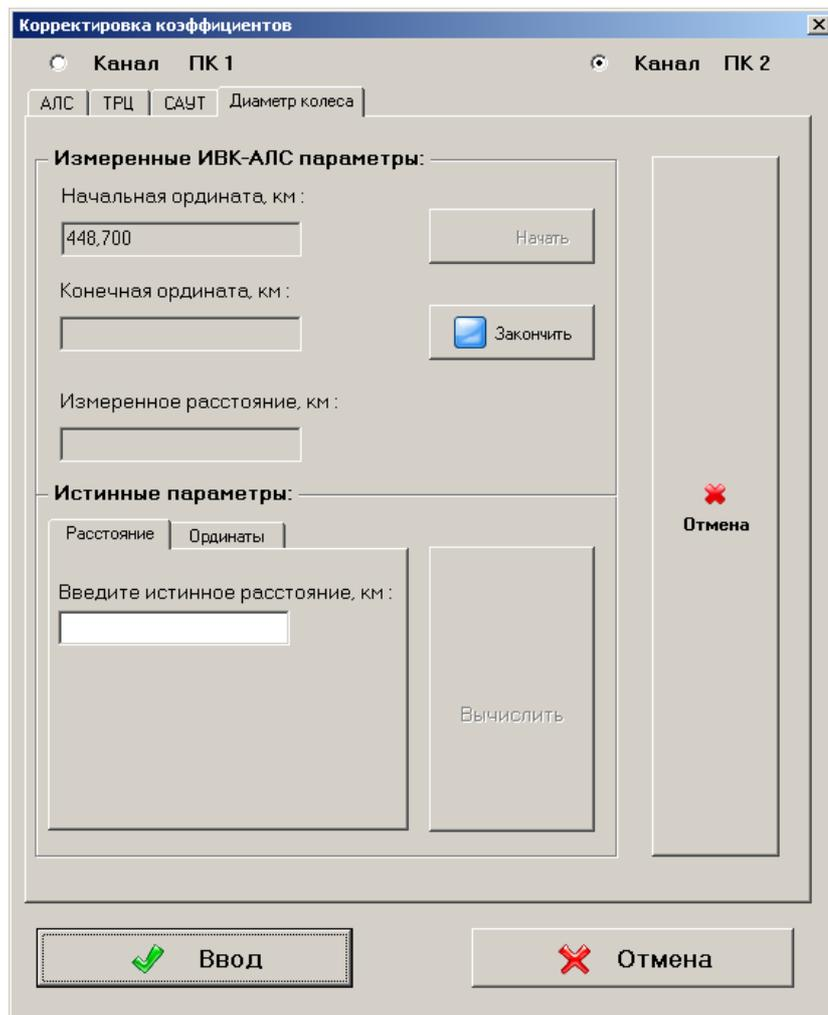

Рисунок 7-3 — Запуск измерений для вычисления (корректировки) диаметра колеса в дочернем окне «Коррекция коэффициентов» Рабочей программы
6) Нажатием в Рабочей программе кнопки «Коррекция коэффициентов»  или нажатием функциональной клавиши «F9» открыть дочернее окно «Коррекция коэффициентов» и на вкладке «Диаметр колеса» нажать на кнопку «Начать» (рисунок 7-3). Кнопка «Начать» станет неактивной, в разделе «Измеренные ИВК-АЛС параметры» в поле «Начальная ордината» появится значение текущей ординаты, измеренной ИВК: на рисунке 7-2 этой ординате соответствует **начальная измеренная ордината**.